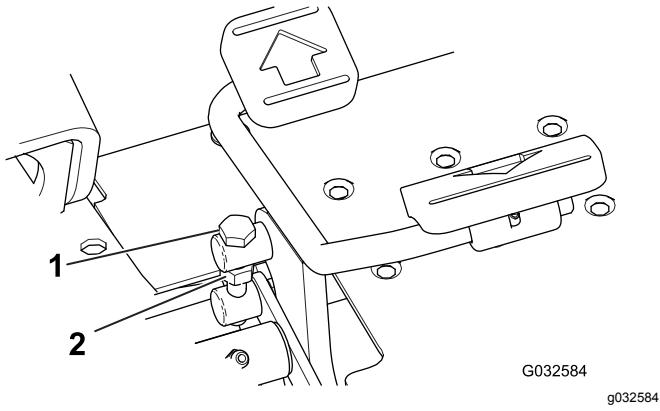

Рисунок 43
- Ослабьте контргайку на болте цапфы в боковой части педали тяги (Рисунок 43).